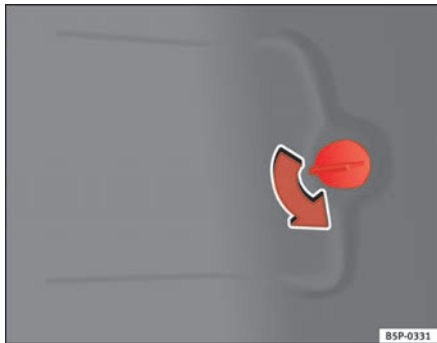

Fig. 193 Luces en la carrocería
- Abra la tapa del panel lateral del maletero ⇒ fig. 193.